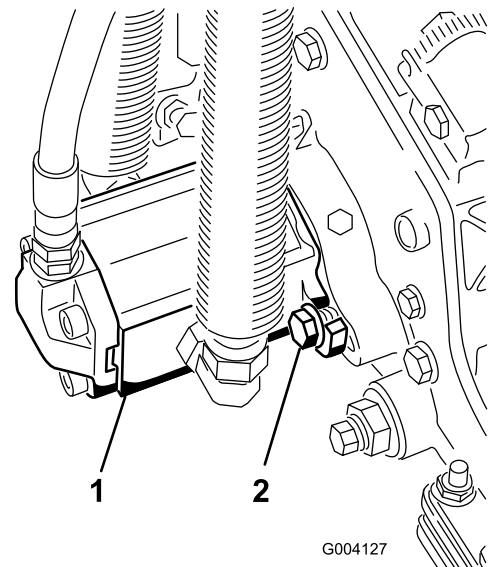

Figura 11
15. Montate il motore facendolo ruotare in senso orario in modo che le flange del motore non sfiorino le viti a testa cilindrica (Figura 11). Fate girare il motore in senso antiorario fin quando le flange non circondano le viti a testa cilindrica, e serrate le viti.